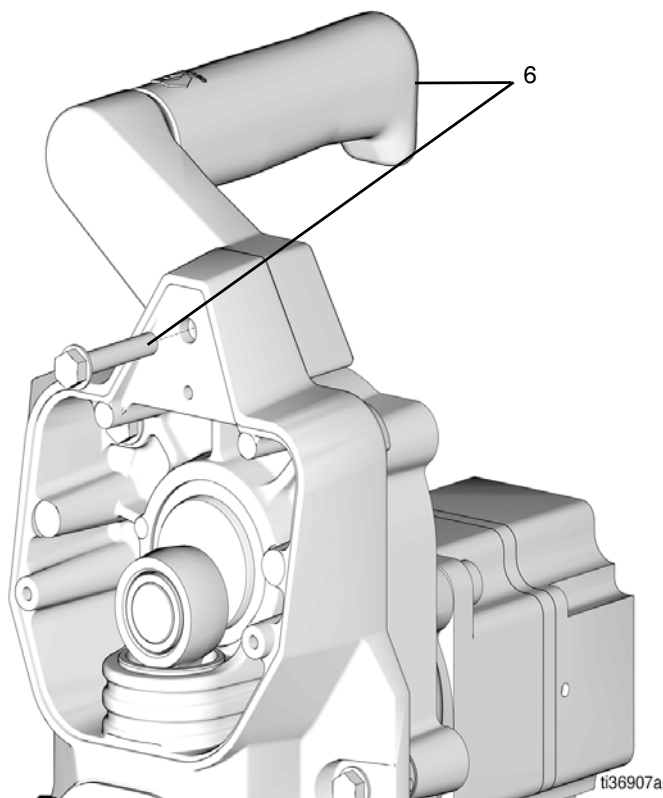

FIG. 13
13. Fixer la poignée (6) au moyen de la vis (6) et serrer fermement (FIG. 13).